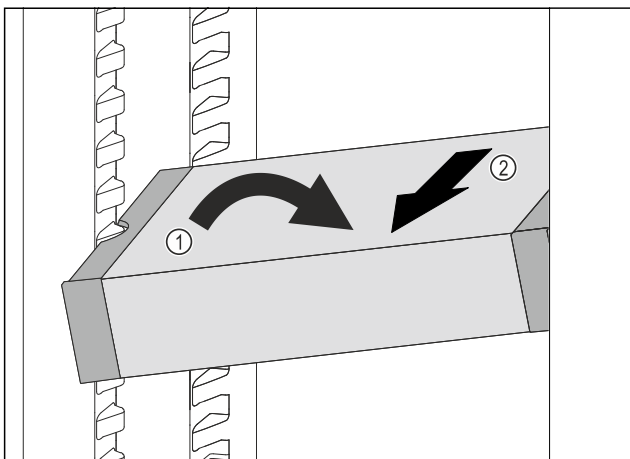

Fig. 92
- Plasser VarioSafe skrått i kjøleskapet. Fig. 92 (1)
- Ta ut VarioSafe ved å trekke den forover. Fig. 92 (2)